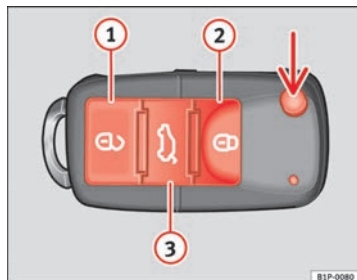

Fig. 43 Teclas de la llave con mando a distancia
Con la tecla $\Rightarrow$ fig. 43 (flecha) del mando, se desbloquea el paletón de la llave.
Desbloqueo del vehículo $\Rightarrow$ fig. 43 ①.
Bloqueo del vehículo $\Rightarrow$ fig. 43 ②.
Desbloqueo del portón trasero. Pulse la tecla $\Rightarrow$ fig. 43 ③ hasta que todos los intermitentes del vehículo parpadeen brevemente. Al pulsar la tecla de desbloqueo $\Rightarrow$ fig. 43 ③, dispone de 2 minutos para abrir el portón. Una vez transcurrido este tiempo se bloqueará de nuevo.
- Pulse la tecla   ⇒ página 85, fig. 43 del mando a distancia.